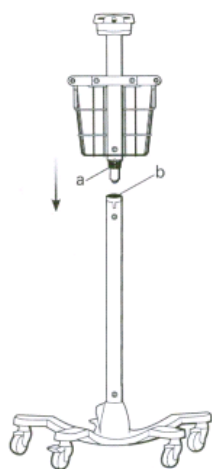

図3
② バasket付の支柱を上記①で組み立てた支柱の上部に、①と同様に突起(a)と溝(b)の位置を合わせ、図3で示したようにまっすぐに押し込んでください。